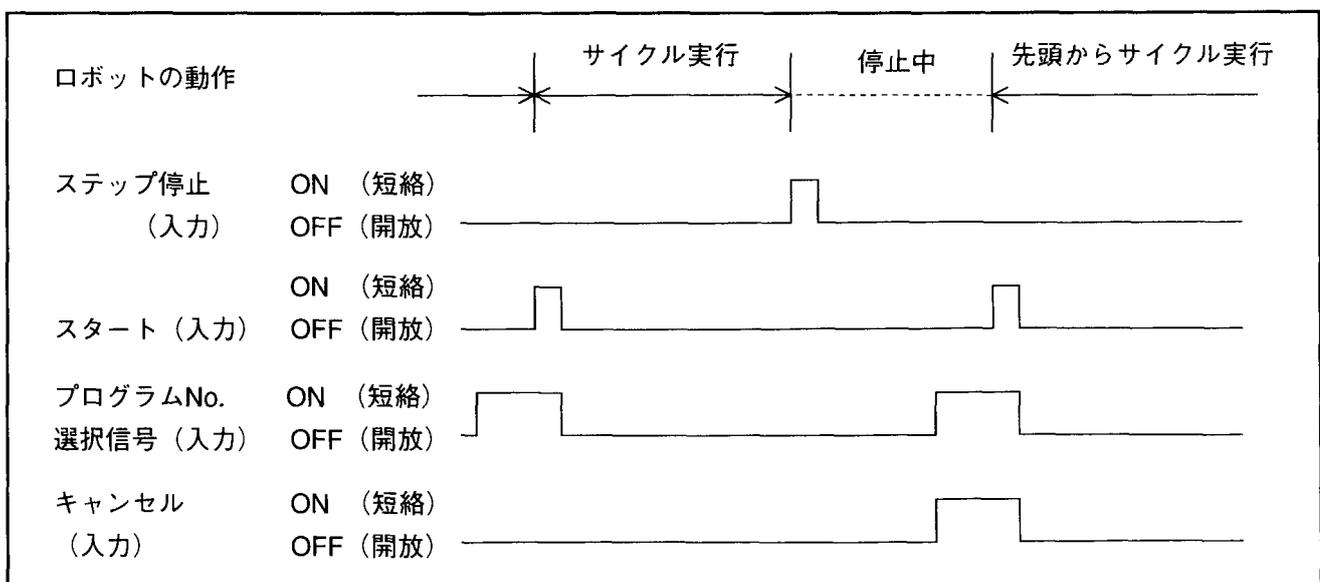

図 3-21 キャンセル信号の入力条件と動作
- ①入力条件と動作のタイミングチャートを図 3-21 に示します。
- ②キャンセル入力はプログラム No. 選択信号と併用し、また、スタート信号より先に（2 ms 以上）入力してください。
- ③ロボットがスタートしてから（運転中が出力されてから）OFF してください。
- ④中断したプログラム No. と、同じプログラム No. を先頭から実行する場合にも、プログラム No. 選択信号は必要です。
- ⑤ロボット異常（エラー）をクリアする場合は、1 つのエラーをクリア後 1 s 後に入力してください。